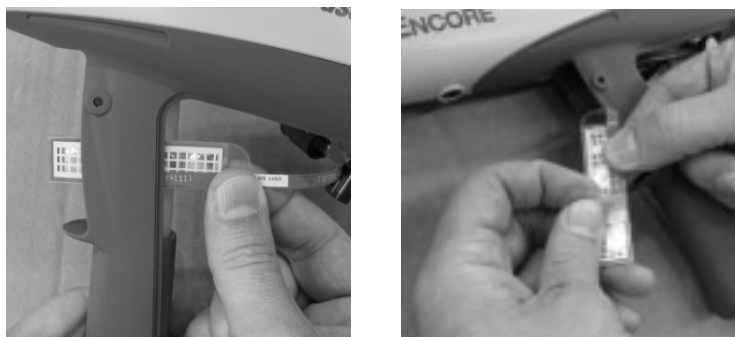

Abbildung 6-9 Installation des Auslöserschalters – Schritte 1 und 2
1. Siehe Abbildung 6-9. Den neuen Schalter so ausrichten, dass das Gitter weg vom Eingangsrohr zeigt; dann vorsichtig das quadratische untere Ende des Schalters (23) um die linke Seite des Eingangsrohrs (25) und durch den Schlitz in der Auslösertiefung führen.